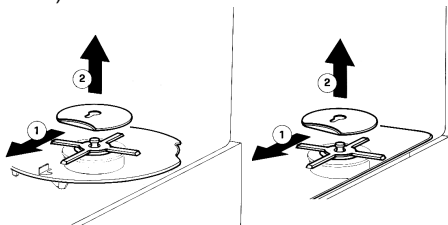

figura 1
- 2 - Sganciare (1) ed estrarre (2) la piastrina di fissaggio coperchio pompa (vedere figura 1).